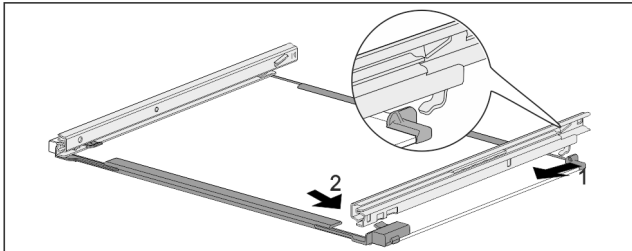

Fig. 234 Üveglap sínekkel
- ▶ Akassza be hátul a sínt. Fig. 234 (1)
- ▶ Elöl pattintsa be a sínt. Fig. 234 (2)